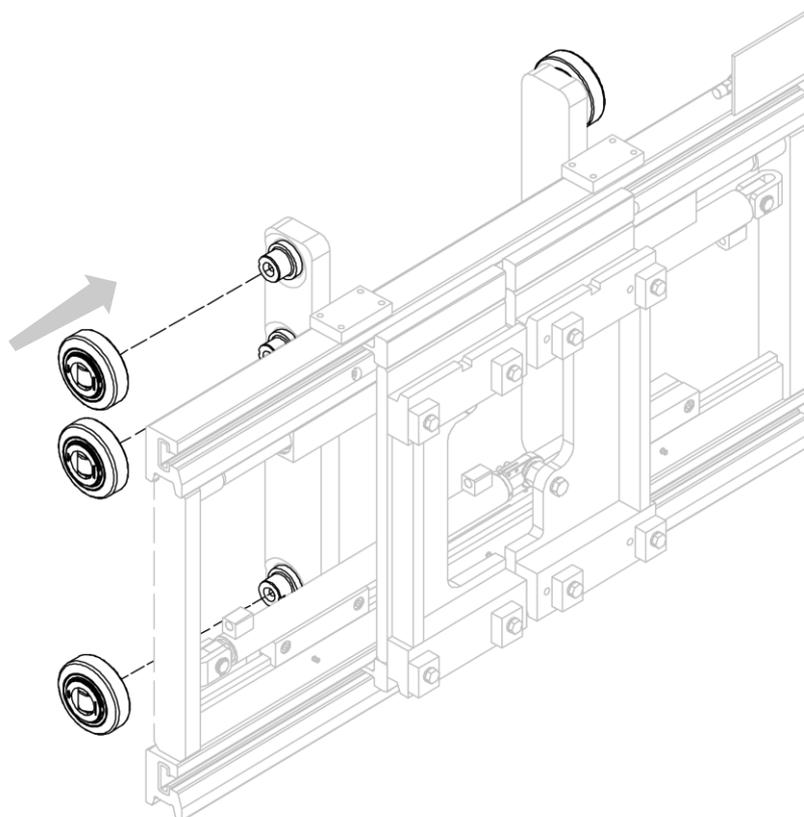

Figura 8
10. Acople los rodillos deslizantes del mastil a los pasadores realizados en los hombros (mira *Figura 8*, en esta imagen, al igual que en las siguientes, los rodamientos, hombros y mastiles indicados serán puramente indicativos, con el único propósito de mostrar el correcto montaje del equipo).